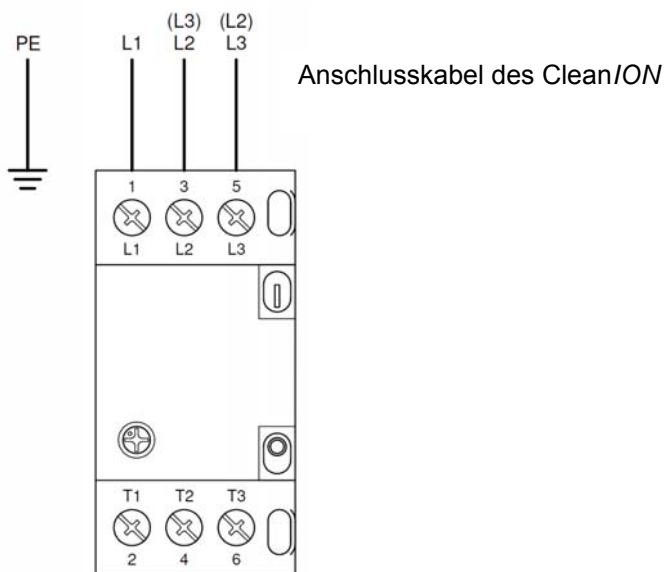

Abbildung 3: Netzkabelanschluss im Schaltschrank des Clean/ON
- Zwei Phasen des Anschlusskabels im Netzanschluss oder im Klemmenkasten (Abbildung 3) des Clean/ON vertauschen.